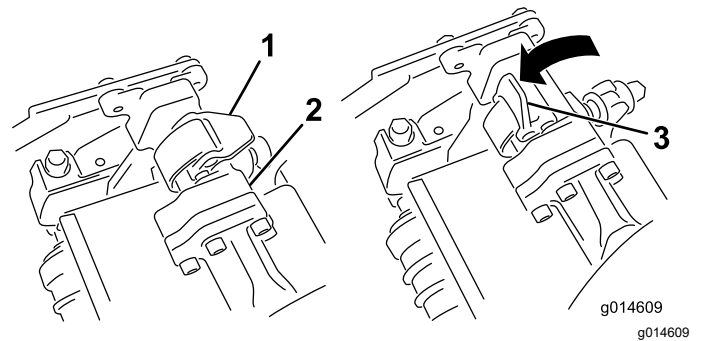
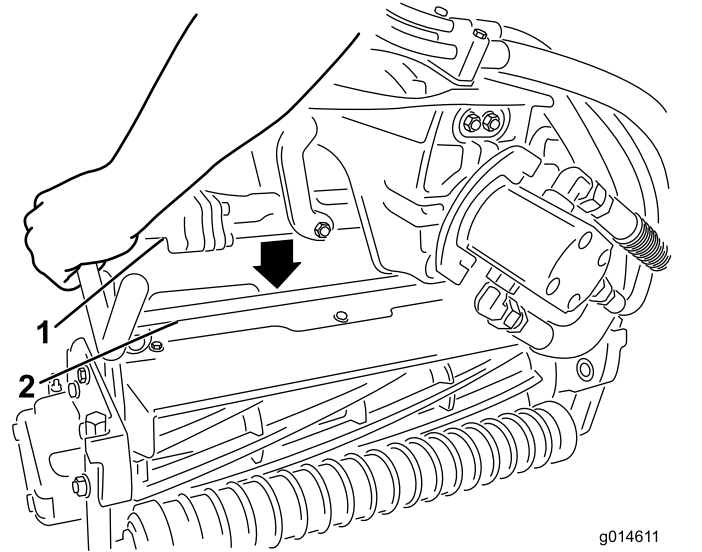

Figure 46
Figure 47
4. Fermez les verrous autour de la barre de l'unité de coupe et bloquez-les en place (Figure 46).
3. Les verrous de la barre du bras de suspension étant orientés en haut (c.-à-d. ouverts) (Figure 46), poussez le bras de suspension vers le bas pour engager la barre sur la barre transversale au sommet de l'unité de coupe (Figure 47).
4. Ouvrez les verrous sur la barre du bras de suspension de l'unité de coupe que vous voulez déposer (Figure 46).